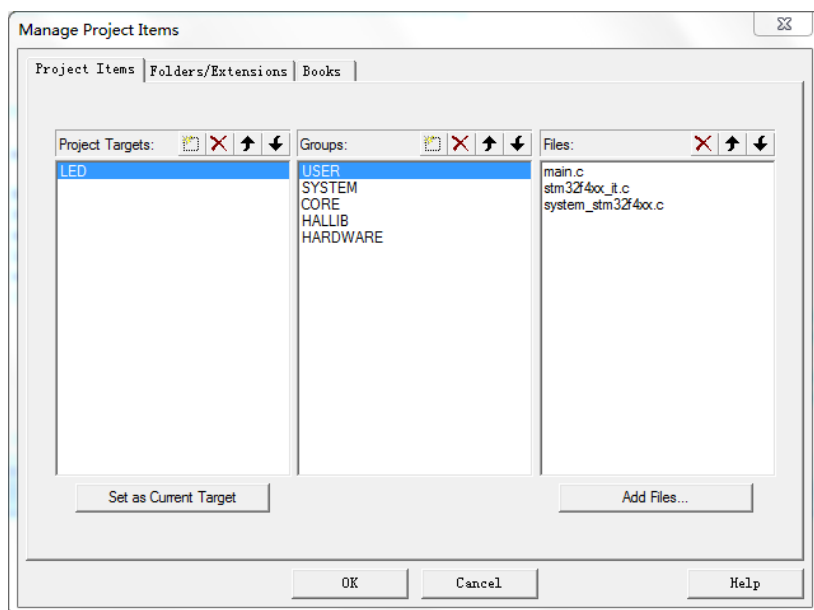

图 1.1 Manage Project Items 添加文件到工程
- 8) Keil5 需要手动将文件添加到工程中，打开 Manage Project Items, Project Targets 为整个工程，Groups 为子文件夹如 USER、CORE 等，Files 为子文件夹下的各个文件，将我们实际文件夹下的所有文件都添加进去如图 1.1。